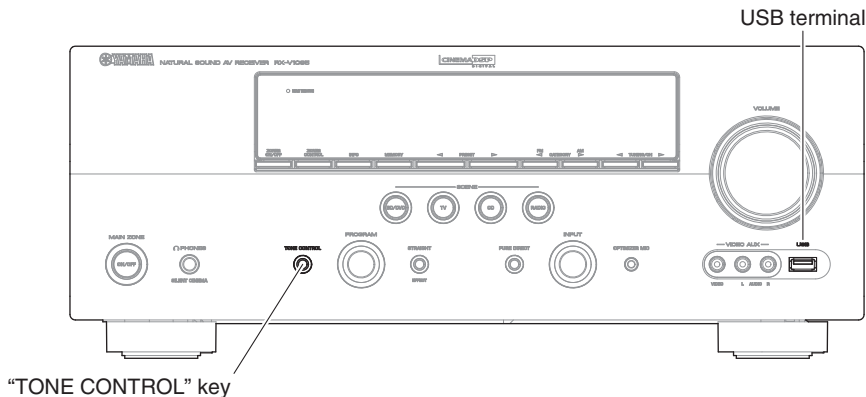
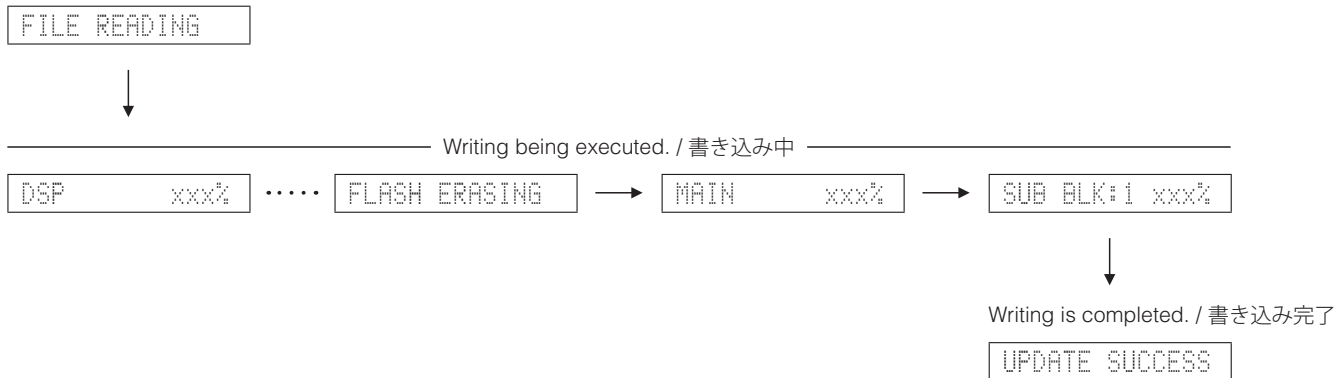

Fig. 2
Fig. 3
1. Insert the USB storage device to the USB terminal of this unit. (Fig. 2)
2. While pressing the "TONE CONTROL" key of this unit, connect the power cable to the AC outlet. (Fig. 2)
Writing of the firmware is started and the screen is displayed as shown below. (Fig. 3).
1. 本機の USB 端子に USB フラッシュメモリーを差し込みます。(Fig. 2)
2. 本機の "TONE CONTROL" キーを押しながら、電源コードを AC コンセントに接続します。(Fig. 2) ファームウェアの書き込みが開始され、下記のように表示されます。(Fig. 3)